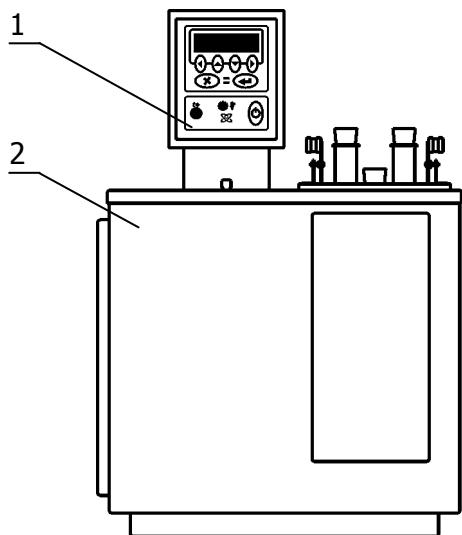
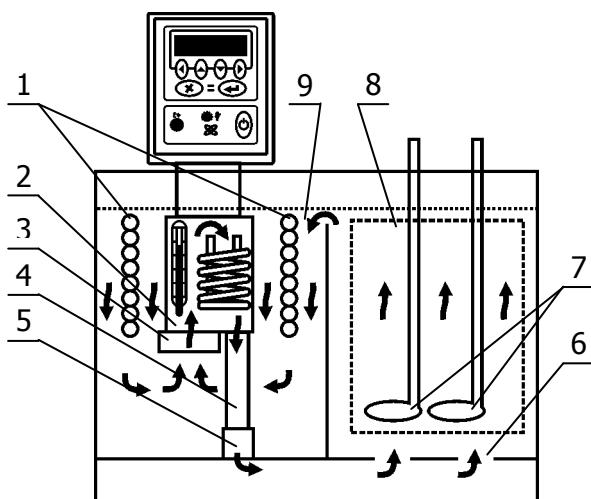

Рисунок 1 — Внешний вид термостатов «КРИО-ВИС-Т-06»
Рисунок 2 — Устройство термостата
1.4.2 Конструкция термостатов состоит из блока регулирования температуры 1 и корпуса 2 (рисунок 1), внутри которого расположены: основная 9 и рабочая 8 ванны (рисунок 2). В корпусе термостатов также размещена холодильная машина. В основной ванне, кроме погруженной части блока регулирования, расположен теплообменник 1 (рисунок 2), по которому прокачивается хладагент при работе холодильной машины.
1.4.3 Работа термостатов заключается в поддержании заданной температуры циркулирующего теплоносителя и обеспечении равномерного температурного поля в рабочей ванне. Циркуляция теплоносителя обеспечивается центробежным насосом 3 (рисунок 2), расположенным в блоке регулирования температуры.
1.4.4 Поддержание заданной температуры теплоносителя посредством нагрева осуществляется блоком регулирования температуры 1 (рисунок 1). Управление режимами регулирования температуры теплоносителя описано в документе «ТКЛШ 3.222.009-03 РЭ. Блок регулирования температуры погружной циркуляционный «М03».
1.4.6 Циркуляционный насос 3 блока регулирования температуры забирает теплоноситель из основной ванны 9 и нагнетает его в резервуар 2 с нагревателем и датчиком температуры. В резервуаре температура теплоносителя регулируется и, далее, через выходную трубку 4, вставленную в муфту 5, и рассекатель 6, теплоноситель поступает в рабочую ванну 8. Далее из рабочей ванны, переливом через верхний край, теплоноситель возвращается в основную ванну 9. Благодаря этому происходит постоянный теплообмен между основной и рабочей ваннами и поддержание заданной температуры теплоносителя. В рабочую ванну устанавливаются вискозиметры 7 (или корзина с пробирками) (рисунок 2).